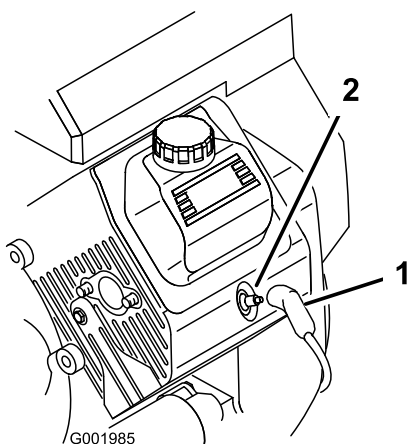

Figura 44
3. Trageți cablurile bujiilor (Figura 44).
3. Împingeți cablurile pe bujii (Figura 44).